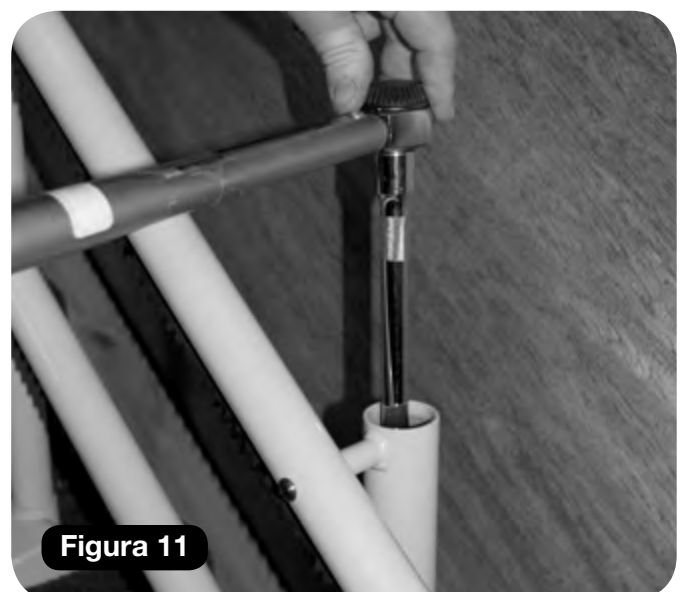

Figura 11
- 7 Comprobar todas las alturas del puntal y apretar los puntales **(Figura 11)**.